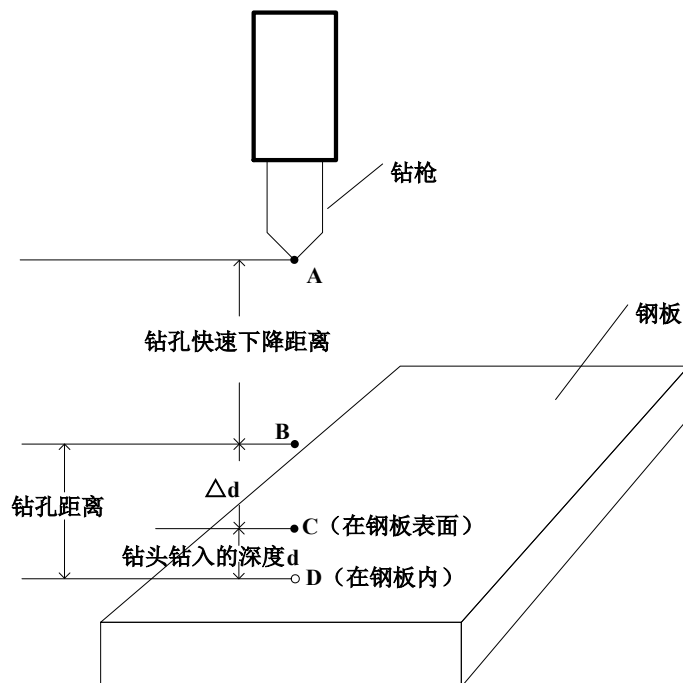

图 14.6 钻孔下降示意图
1. 在钻孔模式下手动下降钻机接近钢板表面，直到钻轴处于接近钻孔起始位置。图 14.6 中的 B 位置。